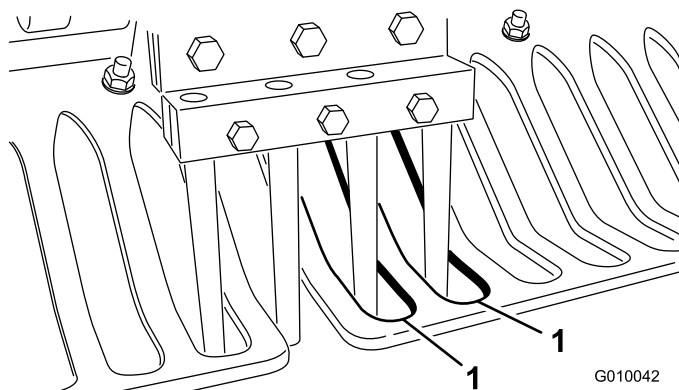

Figura 26
6. Verifique se os dentes estão alinhados com o centro das folgas nos protectores de relva (Figura 26). Ajuste os protectores de relva consoante necessário e aperte as porcas.